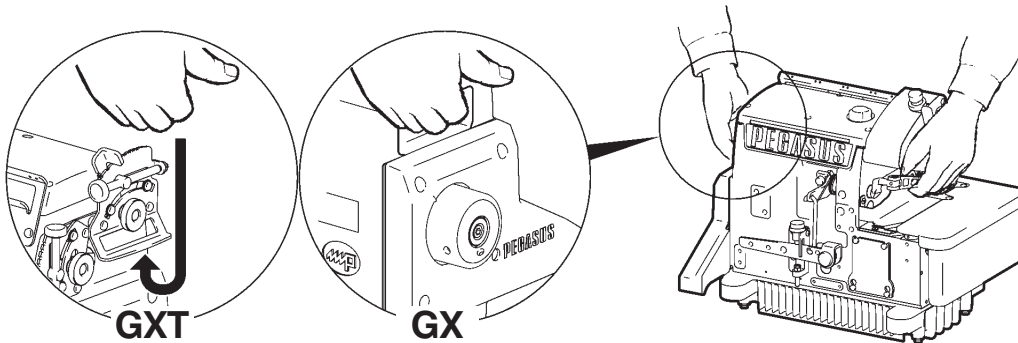

Fig.3
2. Para transportar la máquina, sujete con la mano derecha la empuñadura situada encima de la cubierta del cinturón y sujete con la mano izquierda la barra prensatelas. (Fig. 3)